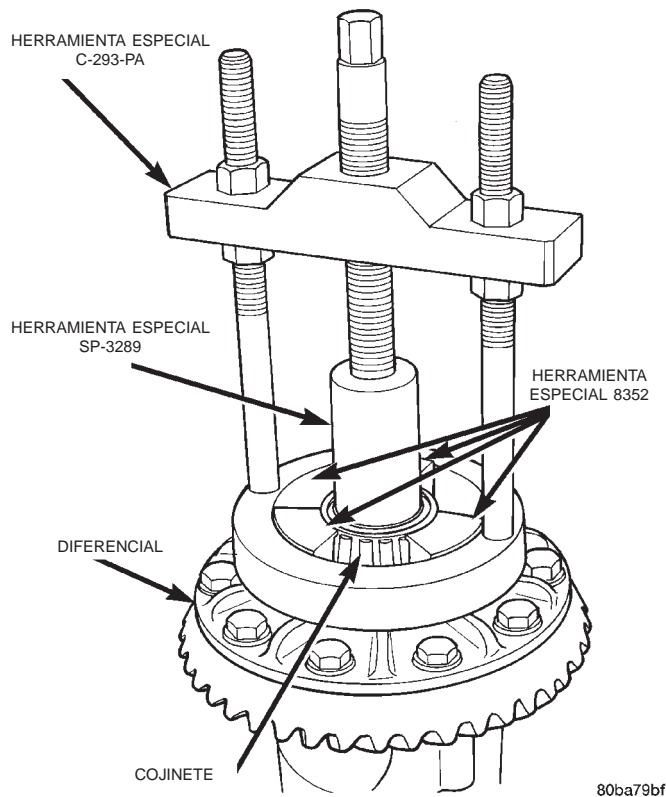

Fig. 30 Desmontaje del cojinete del diferencial
(1) Retire la caja del diferencial de la caja del eje.
(2) Retire los cojinetes de la caja del diferencial con la prensa y extractor C-293-PA, los bloques de adaptador 8352 y el tapón SP-3289 (Fig. 30).